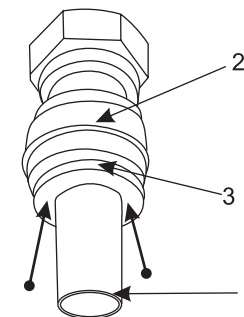

Рис. 2
3.2. Прикрутите специальный фитинг (рис.2) (если имеется в комплектации) к крану подачи чистой воды. Вставьте трубку в фитинг.
Подсоединение к колбе осуществляется с помощью специального фитингового соединения (рис. 2)
- 2.2. Для того чтобы снять трубку, необходимо приложить небольшое усилие на стопорное кольцо (поз. 3) - см. стрелки на рис. 2 и вынуть трубку.